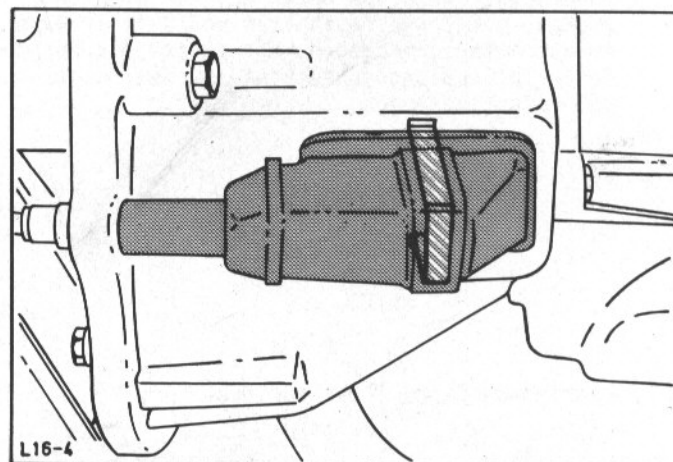

Abb.165 Manschette mit Spannfeder in Einbaulage
7. Kupplungsseilzug an Kupplungsschwinge einhängen. Kupplungsseilzug durch Führung - Kupplungsgehäuse führen, Manschette aufschieben, Seil aus der Umhüllung ziehen, mit Zange festhalten und in Kupplungsschwinge einhängen. Manschette mit Spannfeder in Kupplungsgehäuse eindrücken, Abb.165.